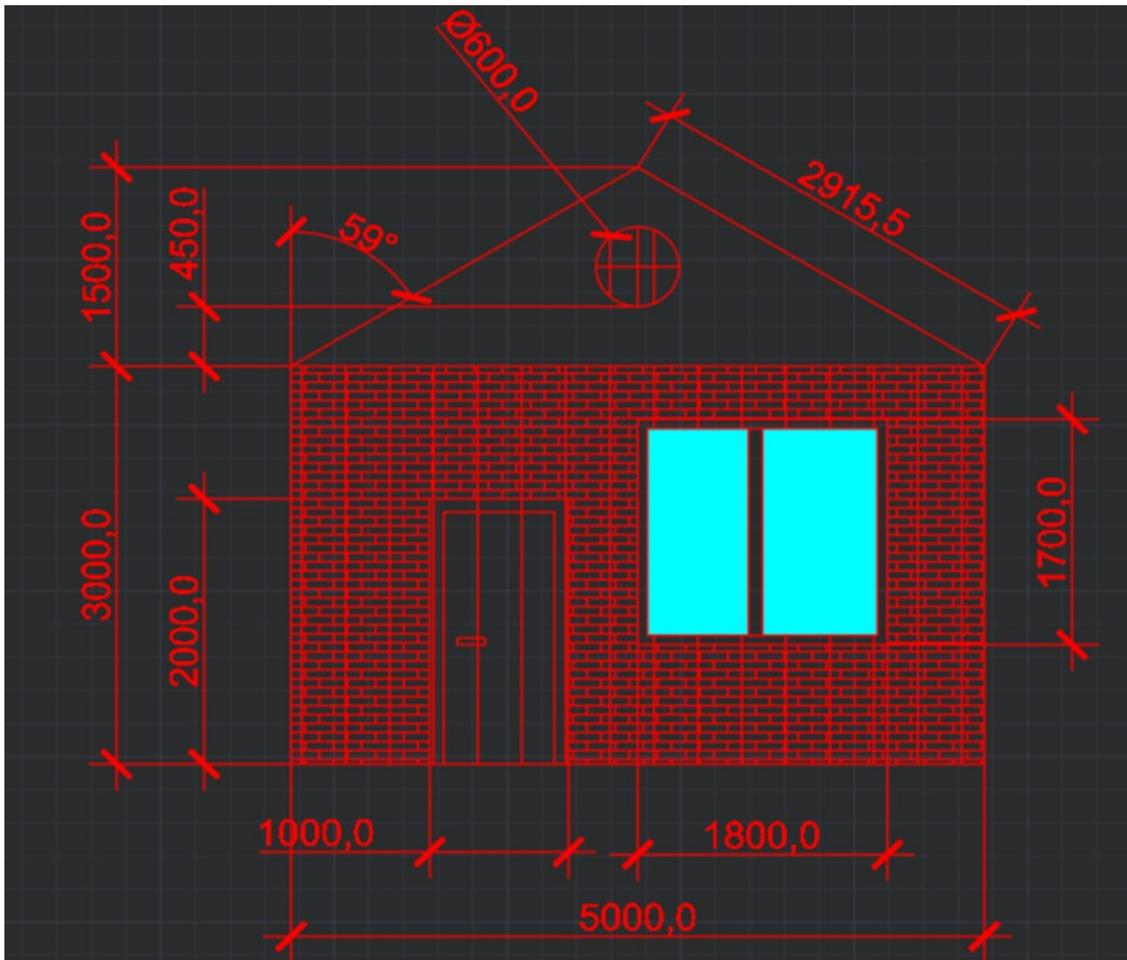

Рис. 4.58
5. Итоговый результат сохраняем в формате .dwg (рис. 4.58).